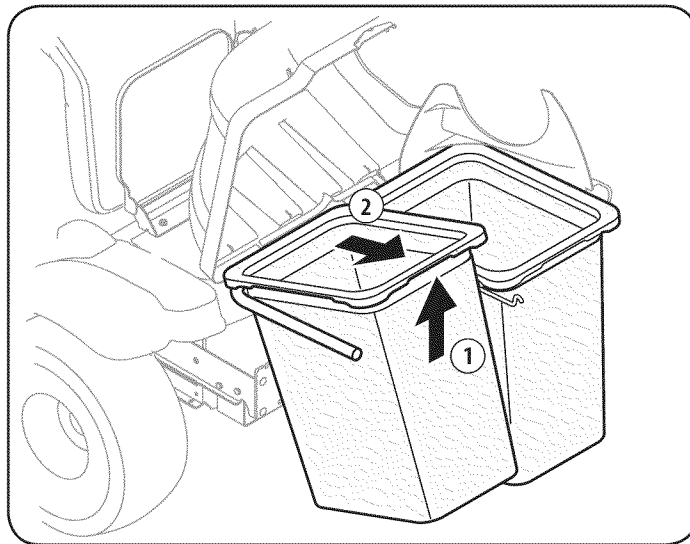

Figure 54
3. Eliminar los cubos de la hierba por levantarlas hasta (1 en la Figure 54) y fuera de la asamblea de apoyo bin (2).